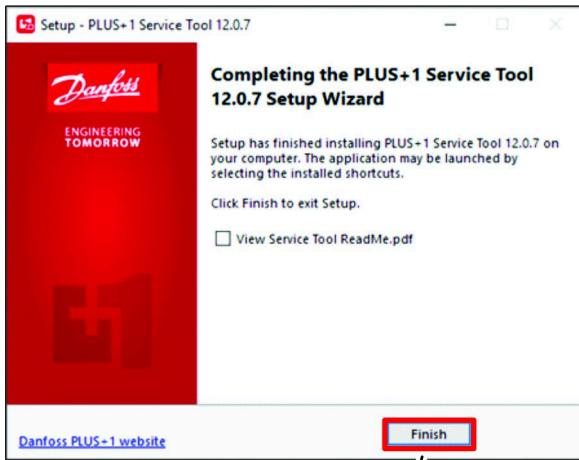

図 33
- サービスツールセットアップウィザードの完了ダイアログボックスで、完了ボタン (図 33) をクリックする。